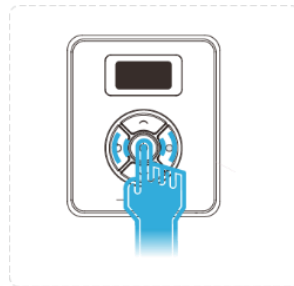
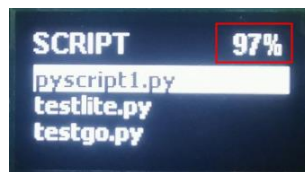

图 2.4 开机操作
图 2.5 在 Script 页面查看电量
- 按下Magic Box的开关键开机，如图 2.4所示。在Magic Box中选择“Script”，单击Magic Box的确认键，进入Script页面，可以查看到剩余电量百分比，如图 2.5所示。